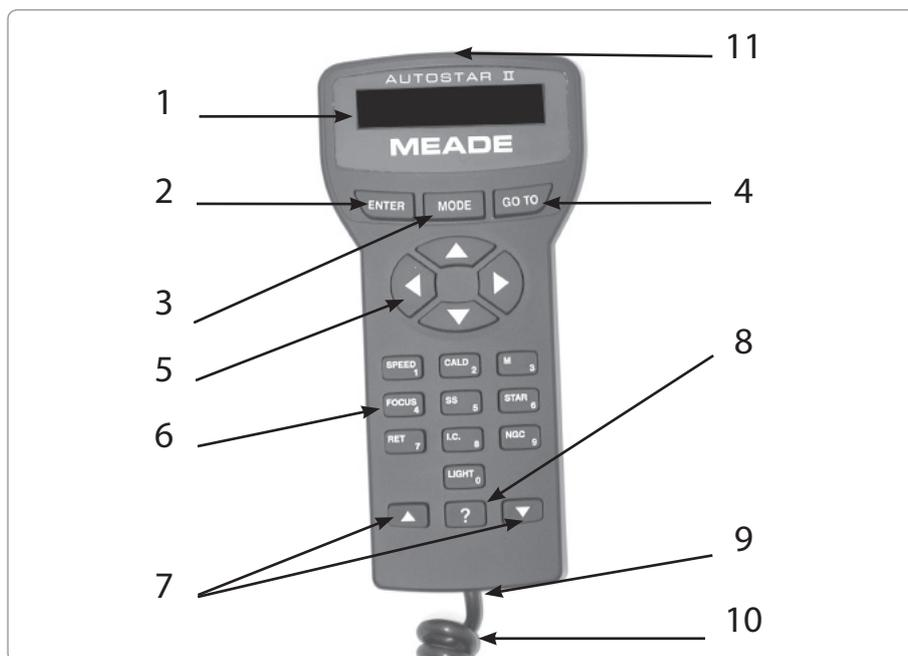

Fig. 2: Raquette de commande Autostar II.
Remarque : Si MODE est appuyé pendant 2 secondes, des informations sur l'état du télescope sont affichées. Lorsque l'état est affiché, appuyer sur les touches de défilement (7, Fig. 2) pour afficher les informations suivantes :
- 9 Port pour câble torsadé: brancher l'une des extrémités du câble torsadé (10, Fig. 2) dans le port situé au bas de l'Autostar II..